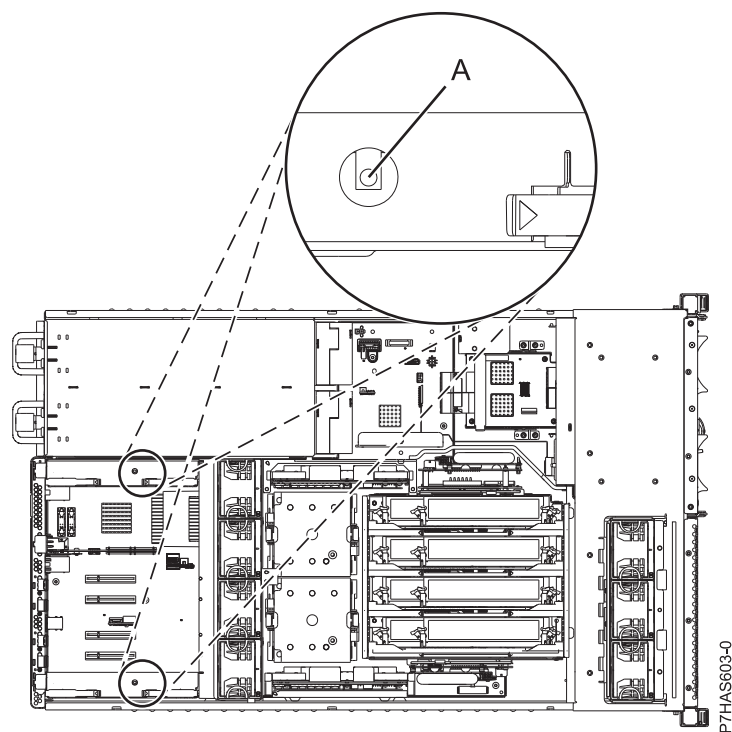

図4. GX アダプター LED
7 ページの図 4 は、GX アダプターに関連付けられた LED (A) を示しています。